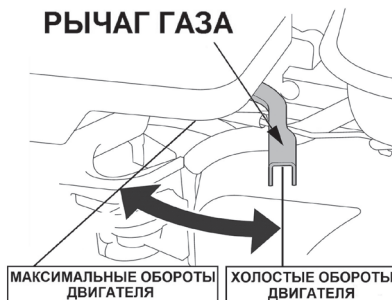

Рис. 16. Положения рычага газа
4. Переведите рычаг газа на 1/3 хода в сторону положения максимальных оборотов двигателя (Рис. 16).